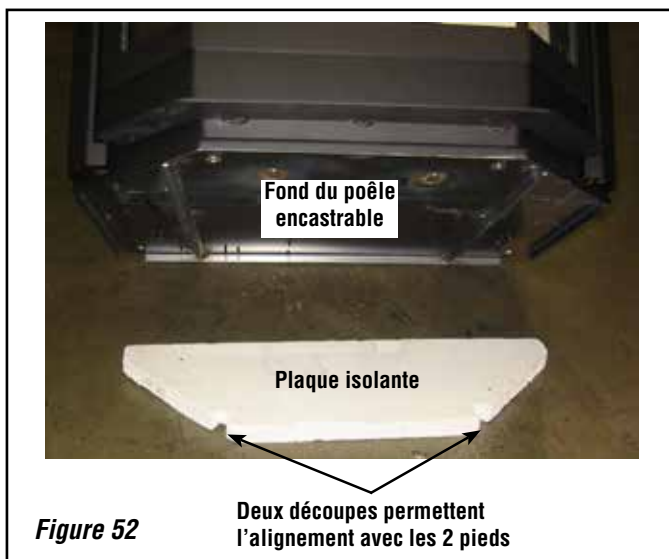

Figure 52
3. Placer le poêle encastrable sur la plaque isolante. Maintenant que le poêle encastrable est de niveau, positionner la plaque isolante à l'endroit où le poêle encastrable doit être installé. Placer ensuite le Winslow PI40GL sur la plaque isolante de manière à ce que les deux pieds avant de mise à niveau soient alignés avec les deux découpes pratiquées à l'avant de la plaque isolante (voir **Figure 52**). L'ensemble de protection thermique du poêle encastrable Winslow PI40GL est à présent installé.